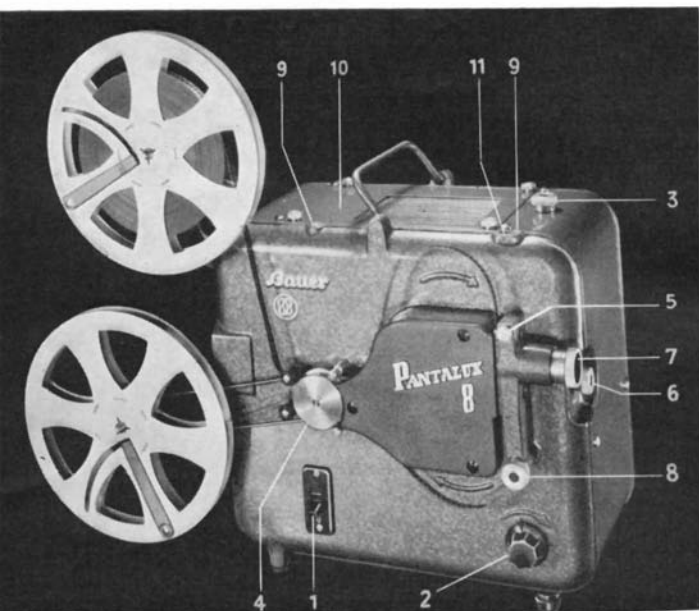
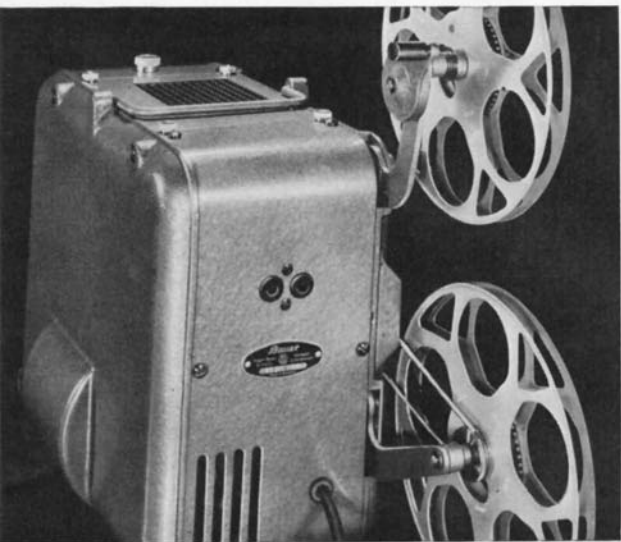

Abb. 1
Abb. 7
Zur Arbeitsbeleuchtung und für die Beleuchtung während der Vorführung kann die auf der Rückseite des Projektors befindliche Steckdose (Abb. 7) benützt werden. Sie führt die gleiche Spannung wie die Netzzuleitung. Eine praktische Arbeitslampe (Liefer-Nr. FGGL 3/1Z) kann in die dafür vorgesehene Haltebuchse (Abb. 1/11) eingesteckt und durch die vorgenannte Steckdose gespeist werden.
Vor dem Einlegen des Films ist es zweckmäßig, den Schalter (Abb. 1/1) einzuschalten und bei halb aufgedrehtem Geschwindigkeitsregler (Abb. 1/2) den Pro-
jektor auf die Bildwand auszurichten. Zur Höhenverstellung dient die Randelschraube (Abb. 1/3). Nach diesen Vorbereitungen kann der Film in die Filmführungsteile eingelegt werden.
Die Spule mit dem vorführbereiten Film wird so auf die obere Achse gesteckt, daß die Perforationslöcher dem Vorführenden zugekehrt sind, sie liegen dann richtig zu den Zähnen der Transportrolle (Abb. 1/4).
1. Film unterhalb der oberen Laufrollen unter leichtem Krümmen des Bandes auf die Transportrolle (Abb. 1/4) auflegen. Die Zähne der Transportrolle halten das richtig eingelegte Band fest.
2. Nach einer Schleife gemäß der Markierung an der Frontplatte des Geräts das frei hängende Band in die Filmführung einlegen. Die Filmtüre kann durch Herausziehen des Rastknopfs (Abb. 1/5) nach vorn geöffnet werden und wird nach dem Einlegen des Films durch leichten Druck nach links wieder geschlossen.
3. Gemäß der Markierung unter dem Greiferkasten wird das Band unter Bildung einer Schleife dem unteren Rand der Transportrolle zugeführt und über den beiden unteren Laufrollen an den unteren Rand der Transportrolle (Abb. 1/4) angelegt.
5. Durch Drehen am Handdrehknopf (Abb. 1/6) kann geprüft werden, ob der Film richtig eingelegt wurde.
Nun kann die Vorführung beginnen. Dazu ist lediglich notwendig, den Schalter (Abb. 1/1) nach unten zu drücken. Durch Nachregulieren am Geschwindigkeitsregler (Abb. 1/2) wird die Ablaufgeschwindigkeit des Geräts den Bedürfnissen des Films angepaßt. Durch Drehen an der Rändelung des Objektivs (Abb. 1/7) stellt man das Bild auf Schärfe ein. Falls sich die waagrechten Bildränder nicht mit der Umrandung decken, muß das Bild mit dem Drehknopf (Abb. 1/8) im Bildfenster nach oben oder unten verschoben werden. (Bildverstellung.) Nach dem Ablauf des Films wird der Schalter ausgeschaltet.
Der Motor bedarf keiner Schmierung. Das Gerät besitzt 2 rotmarkierte Ölstellen am oberen Rand der Frontplatte (Abb. 1/9) und je eine Ölstelle am Lager der oberen und der unteren Spulenachse und an der Rückwickelkurbel. Es ist zweckmäßig, nach jeweils 10 Betriebsstunden einen Tropfen Öl in die Ölstellen zu geben. Überflüssiges Öl muß abgewischt werden. Die der Filmführung dienenden Teile müssen auf alle Fälle ölfrei sein, da sonst der Film verschmutzt wird.
Alle Teile der Filmführung müssen öl- und staubfrei gehalten werden. Besondere Aufmerksamkeit ist der Sauberhaltung der Filmbahn zu schenken. Um auch die Filmbahn bequem reinigen zu können, kann die Filmtüre weit geöffnet werden, wenn man den Rastknopf (Abb. 1/5) bei halb geöffneter Filmtüre noch einmal herauszieht und ihn zusammen mit der Tür nach rechts unten bewegt.
Für die Projektionsbeleuchtung dient eine Röhrenlampe 500 Watt 110 V mit Doppelwendel und Spezial-Kinsockel. Die Lampe ist nach Entfernen des Deckels (Abb. 1/10) am Gerät oben zugänglich. Durch leichten Druck nach unten und gleichzeitiges Drehen nach links wird die Lampe aus der Fassung herausgenommen. Die neue Lampe wird in die Fassung eingeschoben, nach unten gedrückt und gleichzeitig nach rechts gedreht. Die Wendelfläche muß parallel zur Kondensorfassung stehen.